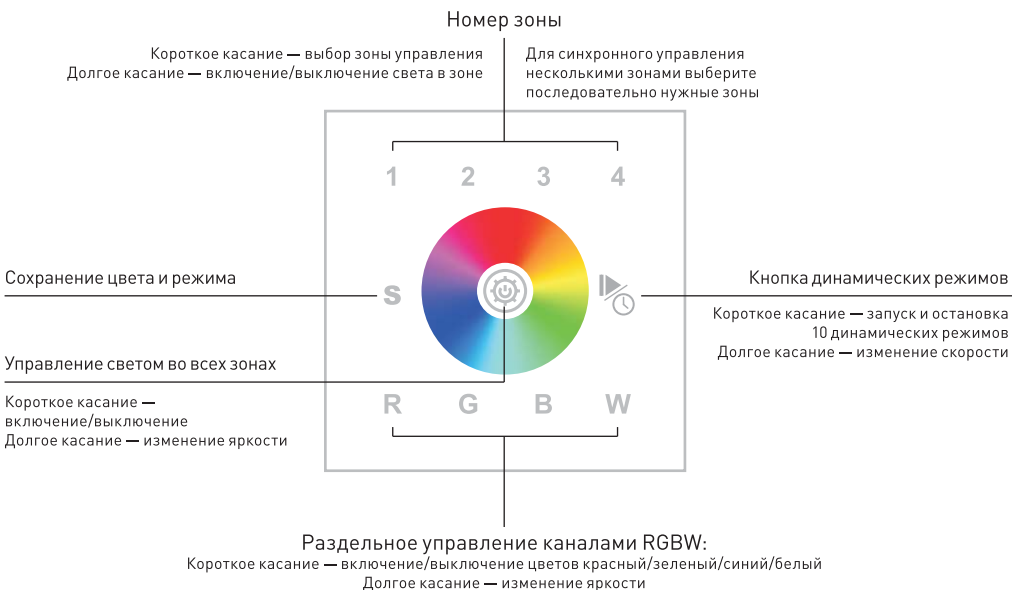

Рис.5. Назначение сенсорных кнопок управления.
- 3.10. Включите питание и проверьте работу панели. Назначение кнопок управления показано на Рис. 5.